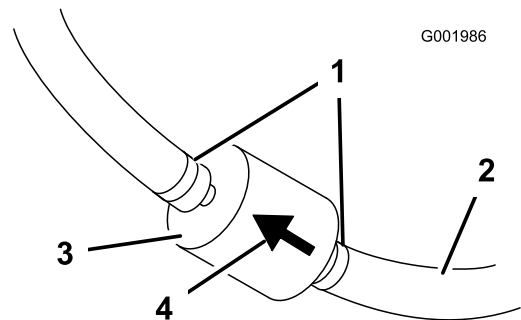

Figura 46
5. Strângeți capetele clemelor de furtun împreună și glisați-le în afara filtrului (Figura 46).